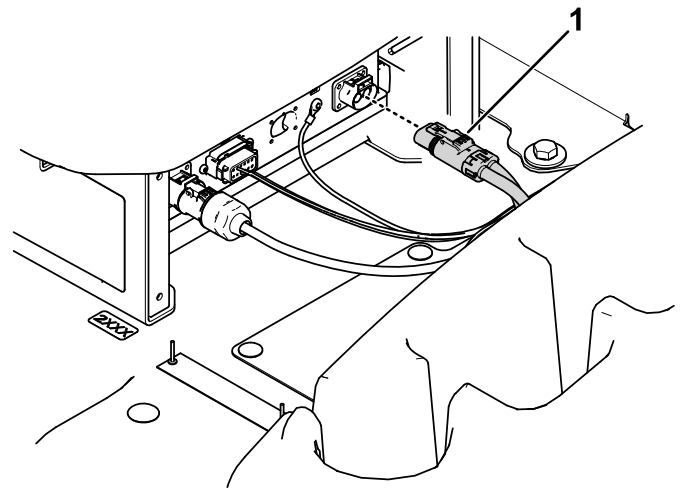

Figur 12
2. Ta bort laddarkabelns skydd (Figur 12).
3. Montera laddarkabelns skydd (Figur 12).